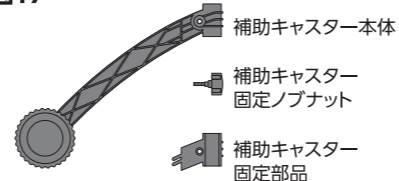

図18
- ②補助カスター本体のポール取付け部にポールをセットし、反対側から補助カスター固定部品で挟み込んでください。補助カスター固定部品を取り付ける際は、補助カスター本体の穴に補助カスター固定部品のツメを差し込んでください。(図18)